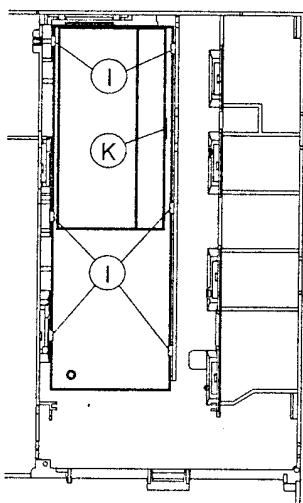

Fig. 6 [www.rtv-horvat-dj.hr](http://www.rtv-horvat-dj.hr)
- Rastnasen (I) ausrasten und Netzteilbaustein herausnehmen (Fig. 6).
Sollen Bauteile im nicht netzgetrennten Teil des Netzteils ausgetauscht werden, müssen Sie den Abschirmdeckel entfernen. Dazu Rasthaken (K) lösen und Abschirmdeckel abnehmen (Fig. 6).
- Release the locking catches (I) and take out the Power Supply Board (Fig. 6).
For replacement of components in the non-isolated circuits of the Power Supply Unit remove the shielding cover. For this loosen the locking catch (K) and take off the cover (Fig. 6).